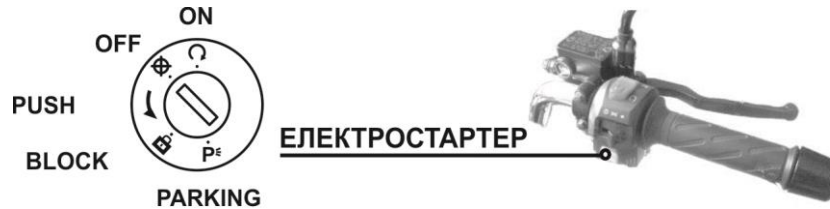

Рис. 4.1. Замок запалювання
3. При повністю закритій дросельній заслінці натиснути клавішу запуску двигуна електростартером (див. рис. 4.1.) і утримувати її в натиснутому стані до запуску двигуна, але не більше 5 секунд. Якщо запуск двигуна не відбувся, почекати 10 секунд і знову натиснути клавішу запуску. Якщо двигун на холостому ході працює не стабільно, після запуску злегка відкрийте дросельну заслінку.
Для того, щоб заглушити двигун, переведіть кнопку ввімкнення у положення «» і поверніть ключ запалювання в крайнє ліве положення (див. рис. 4.1.).
Для того, щоб мотоцикл знаходився у режимі стоянки спочатку поверніть кермо у крайнє ліве положення, а потім ключ запалювання у положення «**BLOCK**» – блокування керма. Коли залишаєте мотоцикл на стоянці переводьте ключ у крайнє праве положення «**PARKING**» – стоянка. (див. рис. 4.1.).
Після зупинки мотоцикла необхідно заглушити двигун і встановити мотоцикл на одну з відкидних підніжок – або бічну, або центральну. Не рекомендується залишати мотоцикл притуленим до стіни, стовбуру дерева або до будь-якої іншої опори, тому що при цьому не виключається можливість його самовільного переміщення або падіння. Важіль перемикачів передач повинен бути переведений у нейтральну позицію, кермо повернуте до упору вліво, запалювання повинно бути вимкнено, ключ запалювання переведений у крайнє ліве положення (див. рис. 4.1.). Ключ витягнути.
Розташований поруч з панеллю приладів замок запалювання має чотири позиції (див. рис. 4.1.):